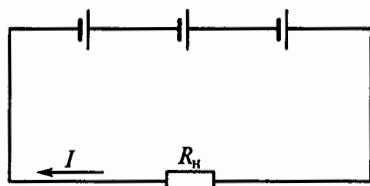

Рис. 8
**1.15.** Какой будет ток  $I$  в цепи батареи, образованной последовательным соединением трех одинаковых гальванических элементов (рис. 8) и питающей нагрузку  $R_n = 9 \text{ Ом}$ , если ЭДС каждого гальванического элемента  $E = 1,5 \text{ В}$ , а внутреннее сопротивление  $R_0 = 3 \text{ Ом}$ ?